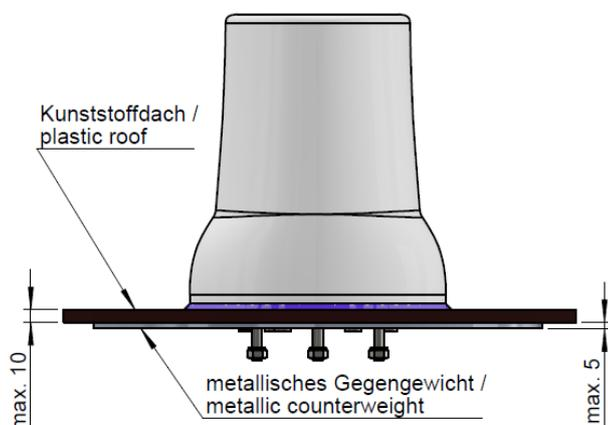

Abb. 1
*Trotzdem sollte das Gegengewicht nicht dicker als 5mm sein. Auch der Abstand des Gegengewichtes bei Kunststoffdächern zur Antennengrundfläche sollte 10mm nicht überschreiten (Abb.1).*